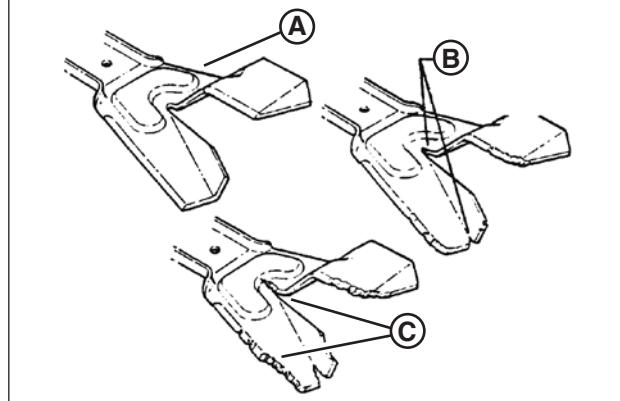

Figure 20 : Limites d'usure de la lame Ninja
- Inspecter fréquemment la lame (**Figure 20**) pour voir si elle est excessivement usée ou endommagée :
- (A) Lame neuve
- (B) Limite d'usure (des fissures ou des encoches commencent à apparaître sur le bout)
- (C) Condition dangereuse! Ne pas utiliser sur la tondeuse! Remplacer par une lame neuve.